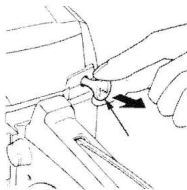

Рис. 5.2.1
2) Вытяните рычаг воздушной заслонки в (положение полностью закрыто ). См. рис. 5.2.1